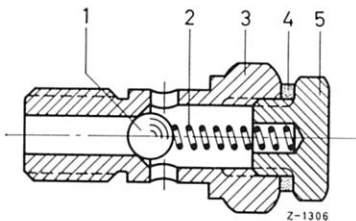

Bild 00-61/3
feder (2) und Verschlußschraube (5) erhöhen (Bild 00-61/3). Messung nach Ziffer 4 wiederholen.
6 Prüfgerät zwischen Kraftstoffeingang am Hauptfilter und Kraftstoffausgang (2) an der Förderpumpe anschließen (Bild 00-61/2). Der dabei gemessene Druck vor dem Filter bei $n = 3000$ U/min darf nur geringfügig, etwa 0,2–0,3 atü, höher sein als der Druck hinter dem Filter (siehe Messung nach Ziffer 3).
Nun bei Leerlauf – und erhöhter Drehzahl von $n = 3000$ U/min durch das Glasrohr des Gerätes beobachten, ob der durchströmende Kraftstoff luftfrei oder lufthaltig ist (siehe Bild 00-61/2). Zeigen sich Luftblasen im Kraftstoff, so ist eine Undichtheit zwischen Kraftstoffbehälter und Kraftstoff-Förderpumpe vorhanden.